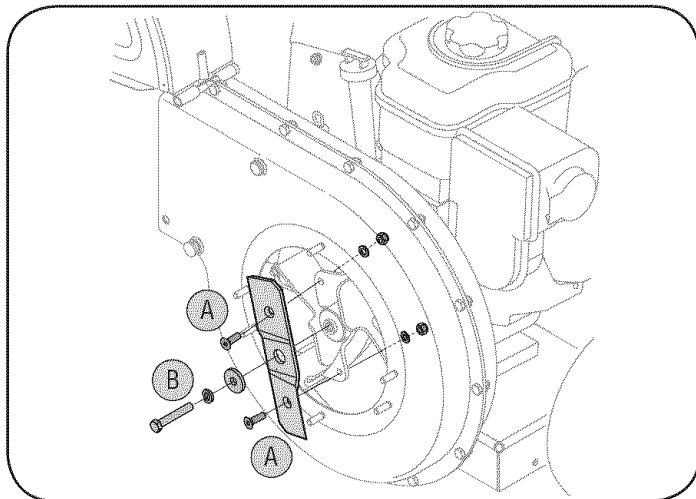

Figura 15
- b. Saque el perno hexagonal, la arandela de seguridad y la arandela plana para liberar totalmente la cuchilla de la trituradora. Vea la Figura 15.